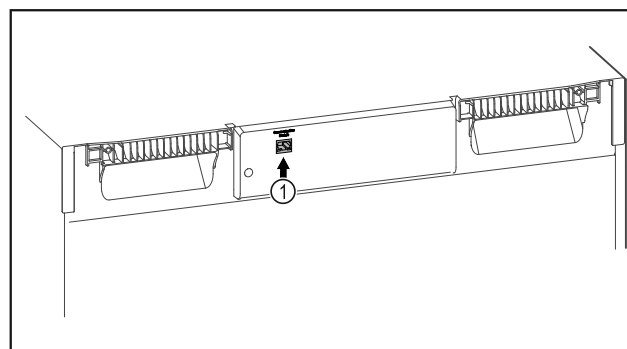

Fig. 93
- Le SmartModule Fig. 93 (1) est en place.